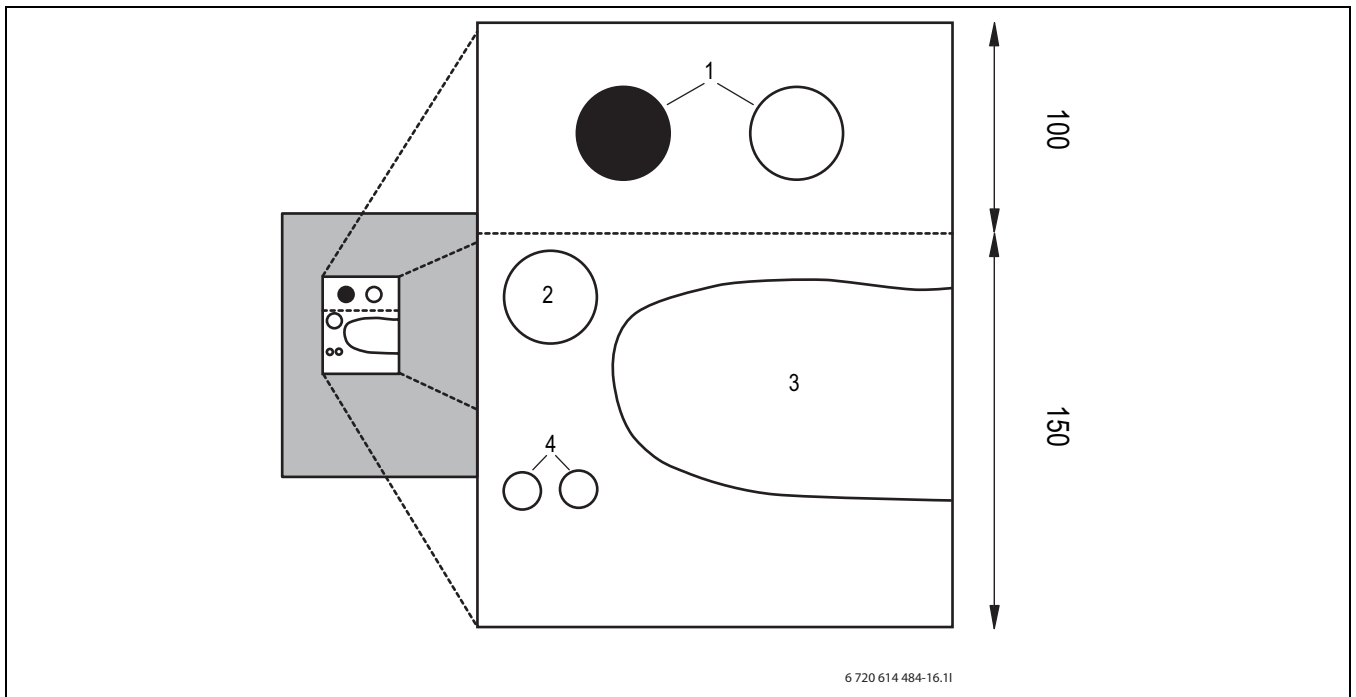

Bild 20 Fundament genomföring
- ▶ Isolera rören ovan fundamentet (→ Bild 20) enligt praxis.